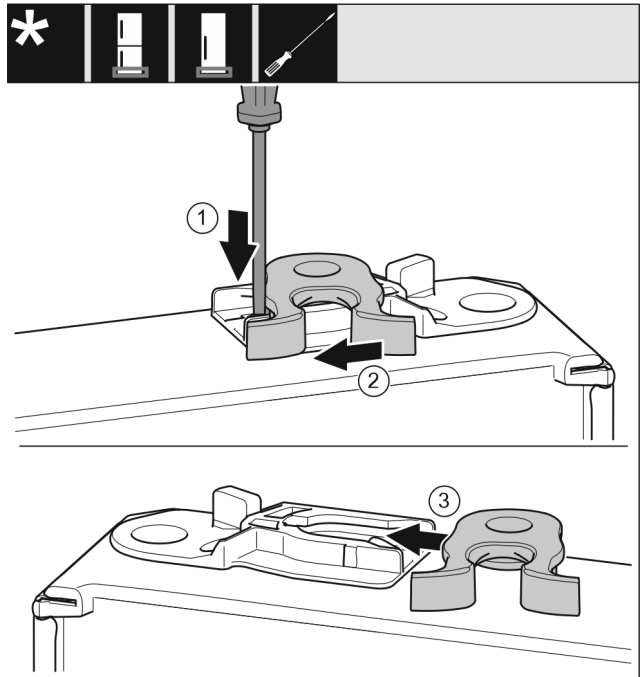

Fig. 19
- Shtypni për poshtë gjuhëzën Fig. 19 (1) me një kaçavidë me kokë petë.
- Nxirrni jashtë nga foleja udhëzuese grepat e mbylljes Fig. 19 (2).
- Futni grepat e mbylljes Fig. 19 (3) në follenë udhëzuese në anën tjetër.